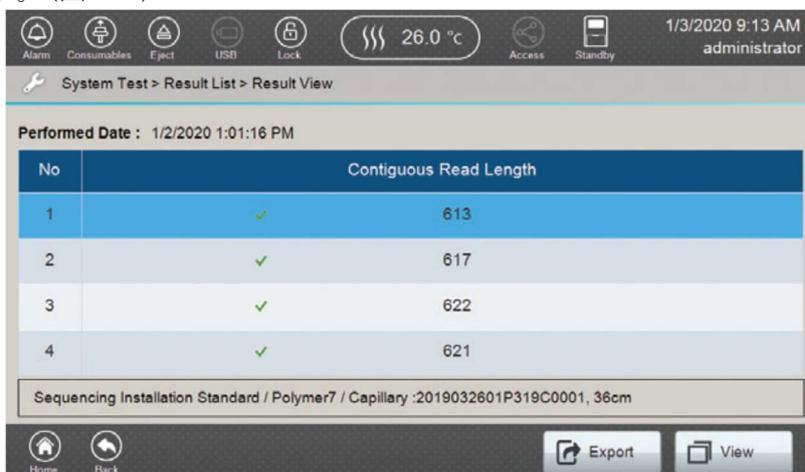

図 217 サンプルを選択した Sequencing System Test の Result View 画面
- Result List 内で、評価したい system test のサンプルに対応する行を選択します。行を選択するとフッターにある Export と View がアクティブになります。（図 217）